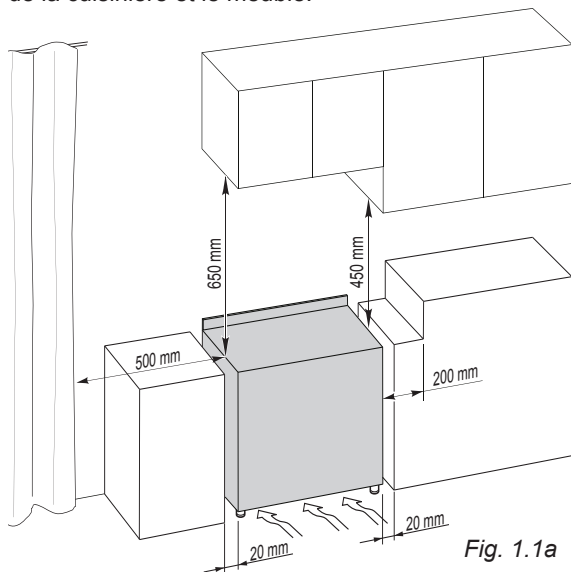

Fig. 1.1a
Les conditions de montage, en ce qui concerne la protection contre la surchauffe des surfaces contiguës à la cuisinière, doivent être conformes aux figures 1.1a ou 1.1b.
■ Classe 1 (fig. 1.1a)